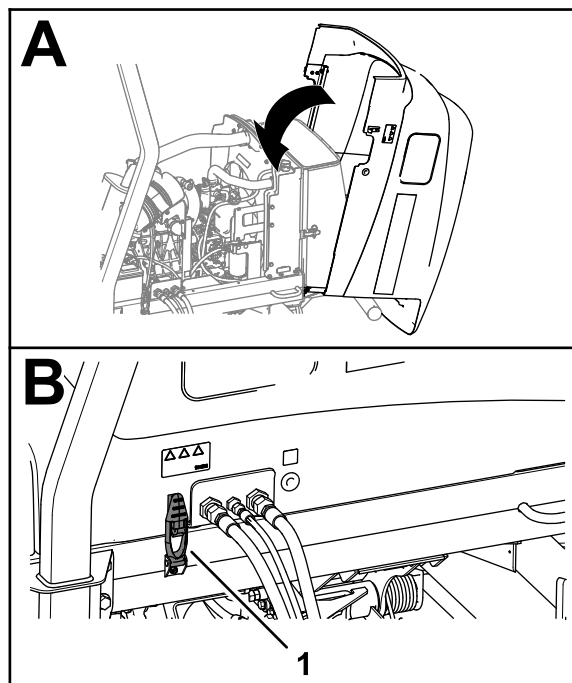

Figura 94
1. Rode cuidadosamente o capot fechado (Figura 94).